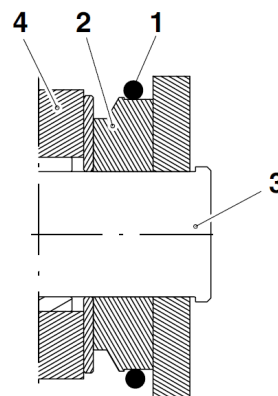

Рис. 138
2. Переместить старую уплотнительную прокладку (1, рис. 138) на выступ (2) вокруг пальца ковша (3). Удалить палец ковша и убрать рукоять или звено подвески ковша (4), чтобы они не мешали.
4. Выровнять рукоять или звено подвески с отверстием пальца ковша и вставить палец ковша (3, рис. 138).